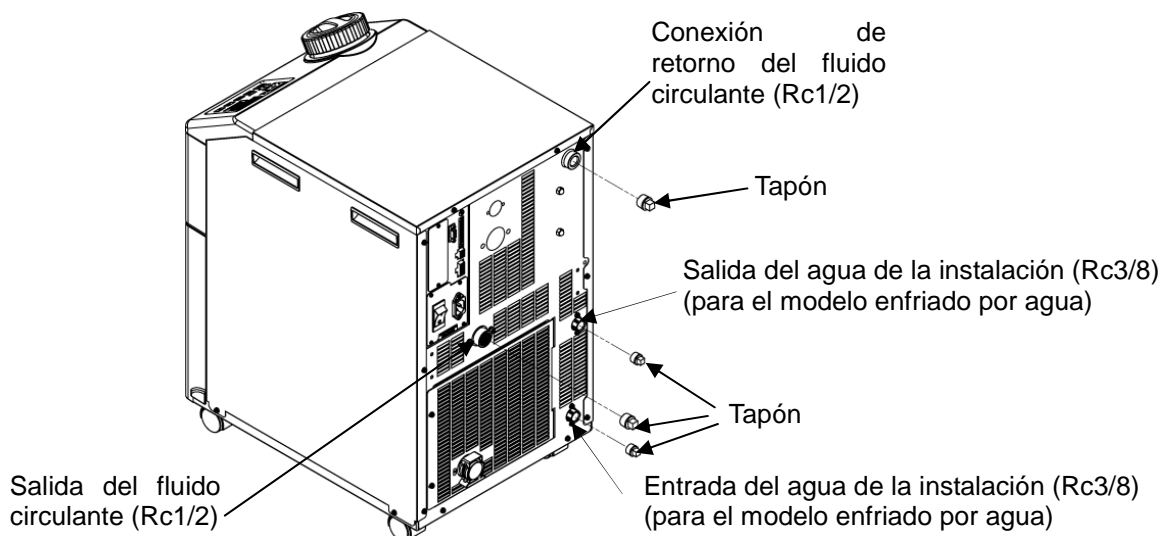

Fig. 7-5 Montaje del tapón en las tuberías del producto
- 9. Consulte la Fig. 7-5 para el montaje del tapón en las tuberías del producto.